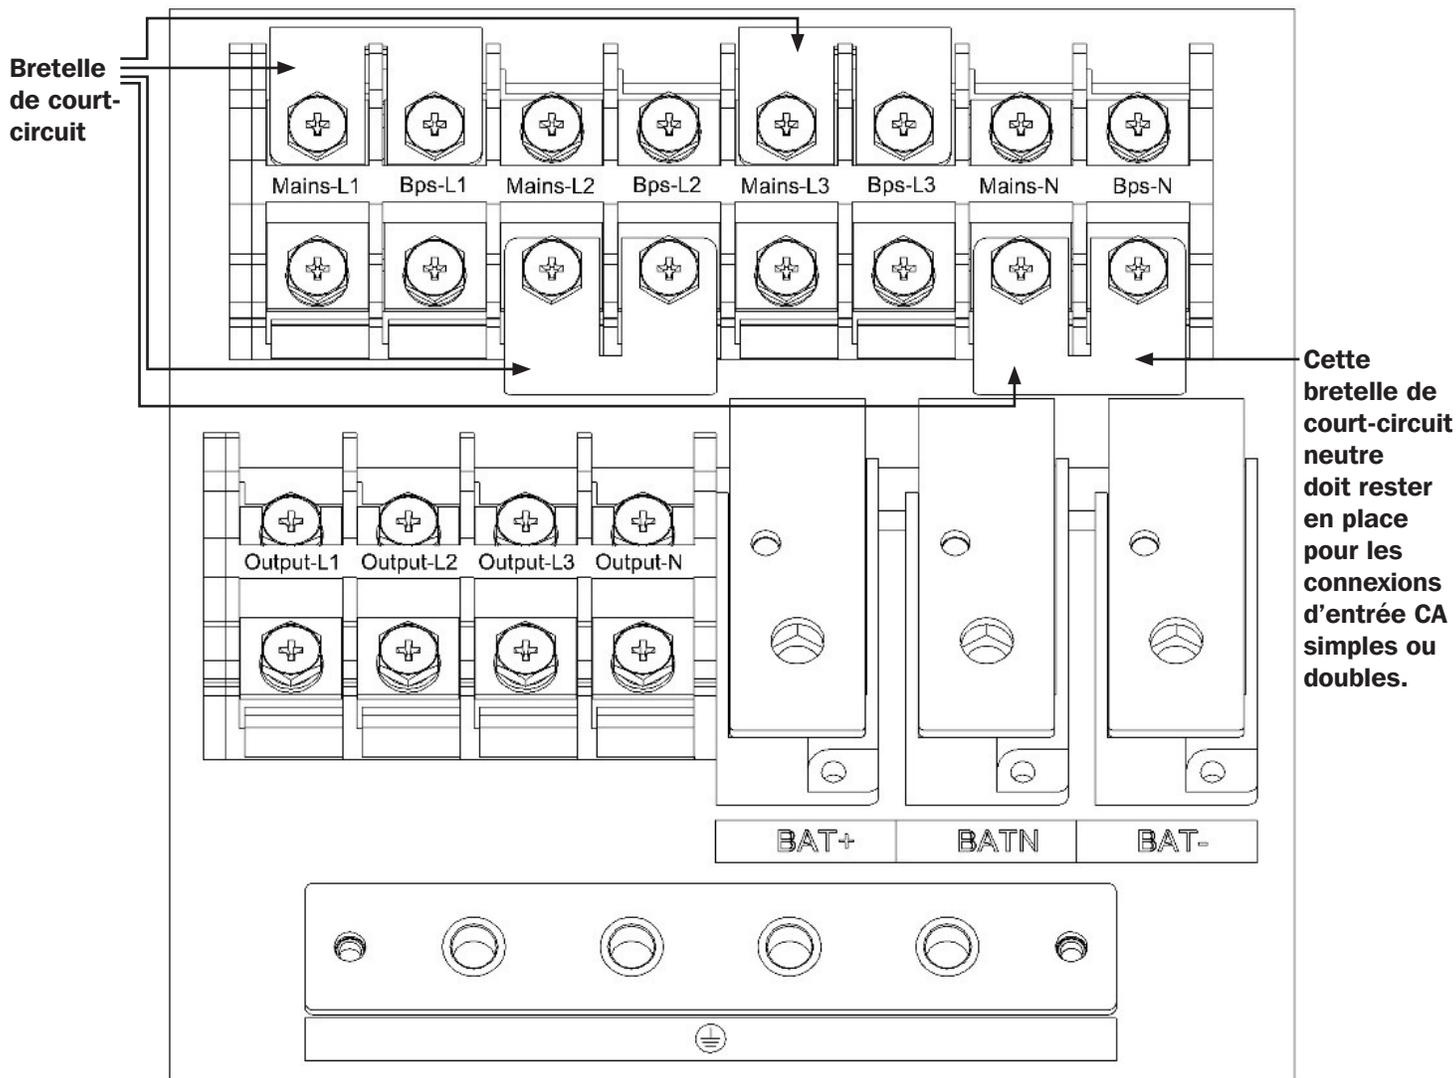

Figure 3-10 : connexion d'entrée simple, modèles S3M25K et S3M30K
**Remarque** : L'onduleur est configuré en mode d'entrée simple par défaut comme illustré à la Figure 3-10. Retirer les bretelles de court-circuit pour une utilisation en mode d'entrée double.